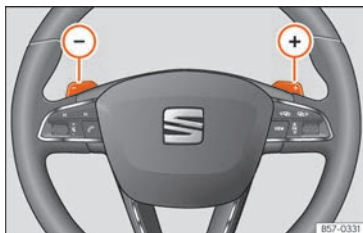

Fig. 246 Volante: leve per il cambio automatico.
- Premere la leva a bilanciere del cambio (+) per inserire una marcia superiore »» **fig. 246**.